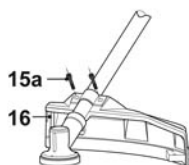

Fig. 4
- > Fixe a proteção de segurança [16] com os kits de montagem [15], usando a chave Torx T30 [41] como chave de fendas (fig. 4).